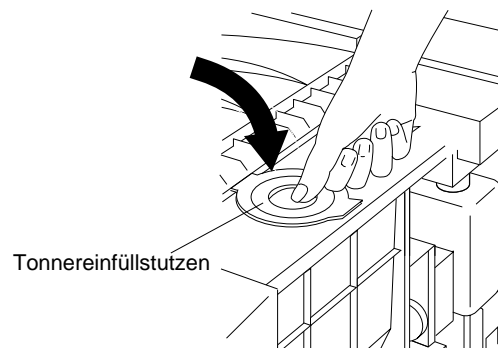

Abbildung 4-4 Schließen des Tonereinfüllstutzens
9. Schließen Sie den Tonereinfüllstutzen (siehe Abbildung 4-4).